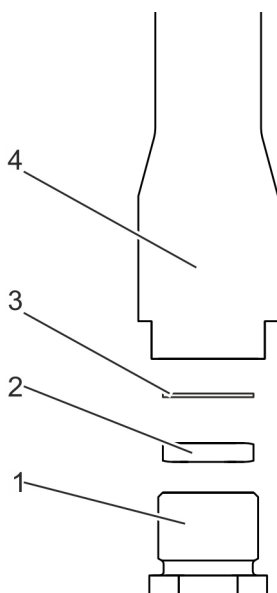

Abb. 14: Druckschraube entfernen
9. ➔ Druckschraube (Abb. 14/1), Druckring (Abb. 14/2) und defekte Berstscheibe (Abb. 14/3) aus dem Ventilkörper (Abb. 14/4) entfernen.